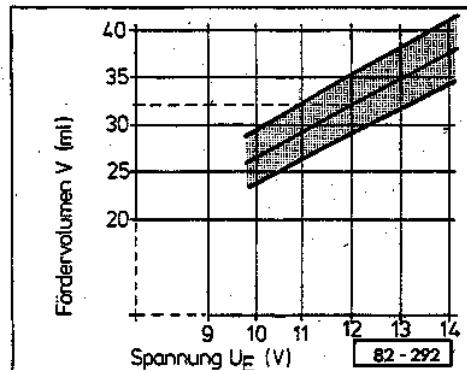

Abb. 20 Förderleistung der Dosierpumpe
- Zur Auswertung die ermittelten Daten in das entsprechende Diagramm – Abb. 20 bzw. 21 – übertragen.